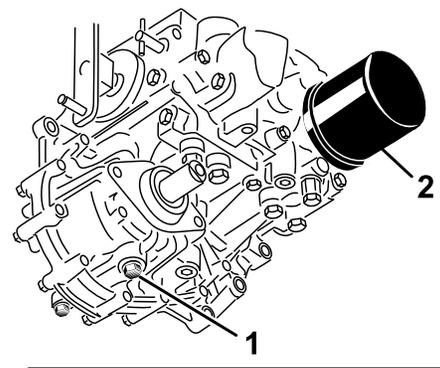

Figura 43
3. Coloque um recipiente grande sob o reservatório hidráulico e cárter da transmissão e retire os bujões, drenando todo o fluido hidráulico (Figura 43).
4. Limpe a zona em redor do filtro de óleo hidráulico e retire-o (Figura 43).